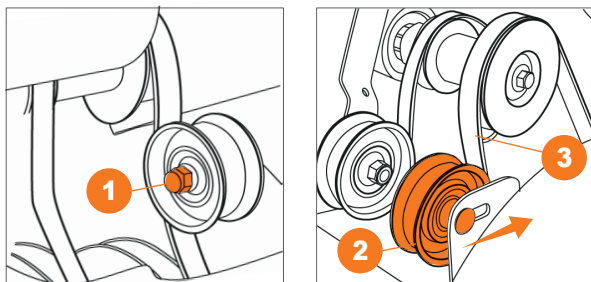

Рис. 42
- В случае если шнеки на снегоборочной машине не вращаются или перестают вращаться под нагрузкой и регулировка натяжения троса не дает результата, необходимо произвести натяжку приводного ремня при помощи изменения положения прижимного ролика (Рис. 42).
- Ослабьте гайку ①, крепления ролика натяжения ремня.
- Переместите ролик ② в сторону ремня, но не допускайте его касания и затяните гайку.